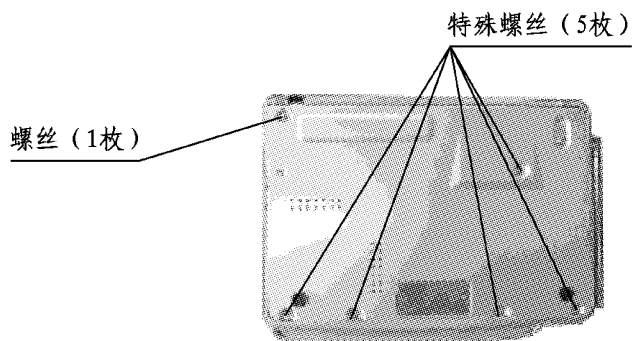

图7-1
a) 拆卸底盖。(特殊螺丝5枚+马达安装螺丝1枚)(图7-1)